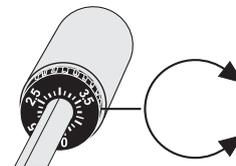

Abb. 6: Skalenscheibe
- 6 Am Gegengewicht befindet sich ein drehbarer, schwarzer Ring mit einer Skala. Die Markierungslinie auf dem Tonarm zeigt auf irgendeinen Wert der Skala. Drehen Sie den Ring auf Position [0] ohne dabei das Gegengewicht zu verdrehen (Abb. 6).